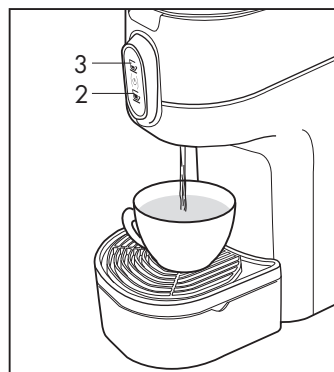

Fig.5
- I simboli (2-3) lampeggeranno ad intermittenza, fino al raggiungimento della temperatura; quando i simboli (2-3) si illuminano in modo fisso, la macchina è pronta per l'uso. Posare una tazza sulla griglia quindi premere un simbolo di erogazione (2-3), la macchina eroga acqua (**Fig. 5**); premere nuovamente il simbolo quando si è raggiunta la quantità d'acqua desiderata. L'operazione di risciacquo è conclusa quando almeno tre tazze d'acqua sono state erogate.